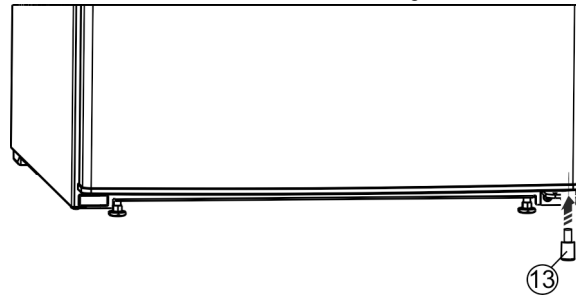

Fig. 9
- ▶ Das Distanzteil Fig. 9 (13) wieder rechts unten in die Tür einsetzen, weil es wichtig für die Standfestigkeit des Geräts ist.